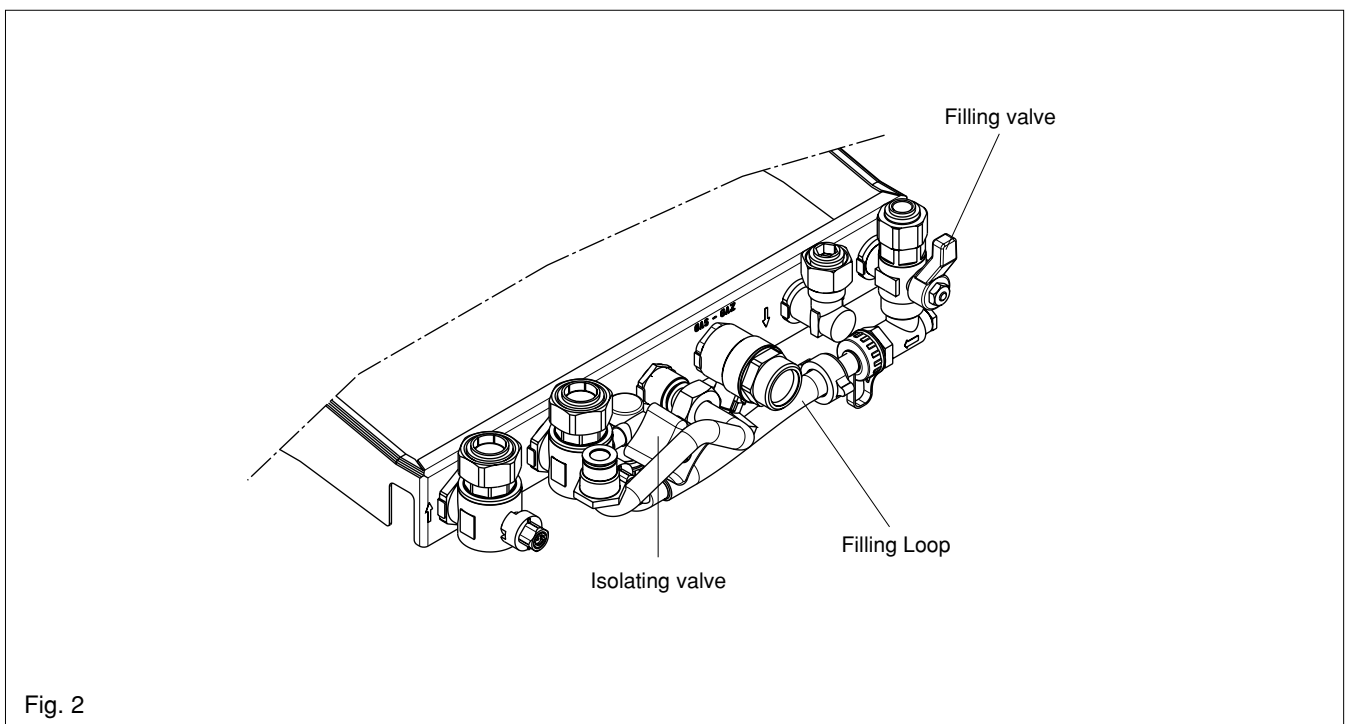

Fig. 2
3.1 HOWTOTOP-UPTHE SYSTEM PRESSURE (fig.2)